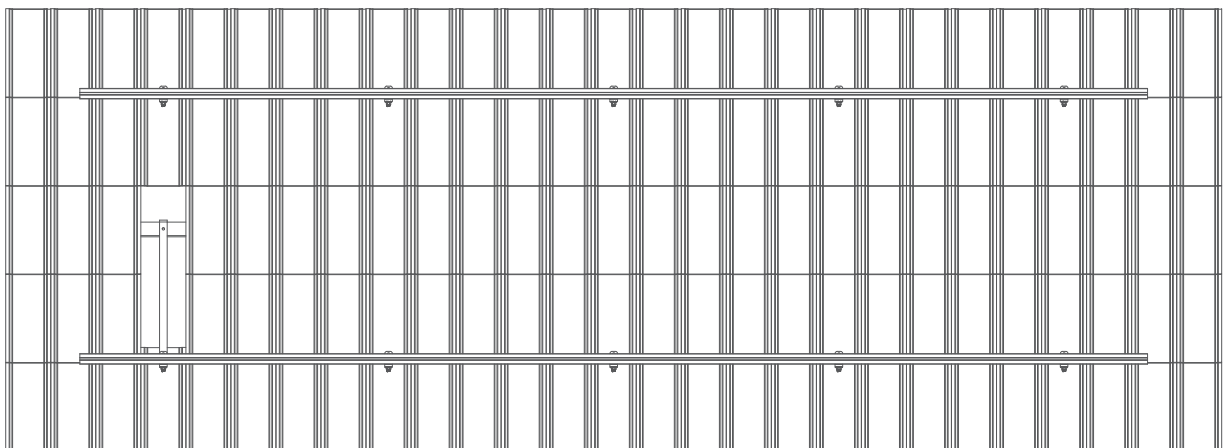

Abb. 3. Bestimmung des Montageortes für tragende Konstruktionsstützen
- 2 Auf dem Dach sollten die Sparren lokalisiert werden, an denen die tragende Struktur der Photovoltaikmodule befestigt wird (Abb. 3).